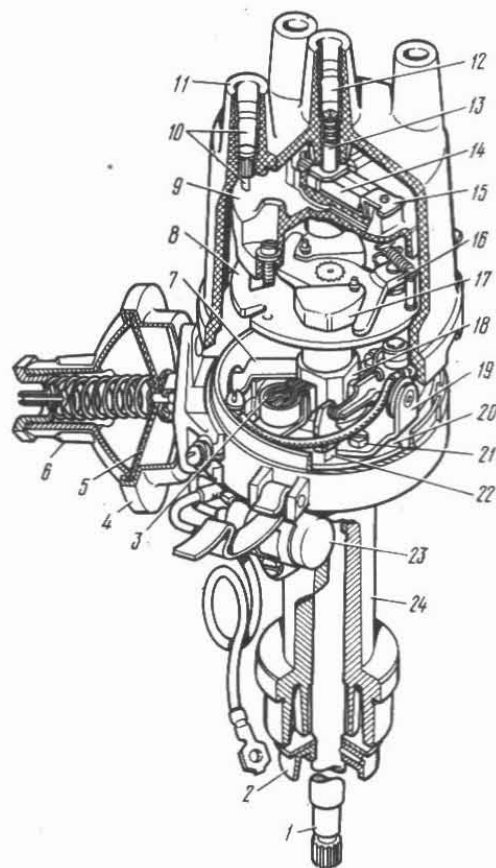

Fig. 7-23. Distribuidor del encendido 30.3706:
- compruebe con la galga la magnitud de la holgura; si ella se sitúa fuera de los límites de 0,35...0,45 mm, entonces aflojando los tornillos 21 (fig. 7-23), coloque el filo del destornillador en